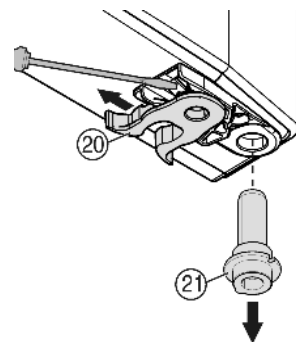

Fig. 9
► Mutați clema elastică Fig. 9 (20): împingeți în jos ciocul de blocare și extrageți clema elastică peste acesta.
► Extrageți bulonul lagărului Fig. 9 (21) din bucșa ușii și montați-l pe partea diametral opusă împreună cu șaiba corespunzătoare. Clichetul de blocare trebuie să fie orientat înspre partea interioară a ușii, în timp ce canelura înspre partea exterioară.
► Trageți ușa în jos și introduceți bolțul lagărului Fig. 9 (21) în suportul de lagăr. Dacă este necesar, rotiți bolțul lagărului, astfel încât acesta să cupleze.